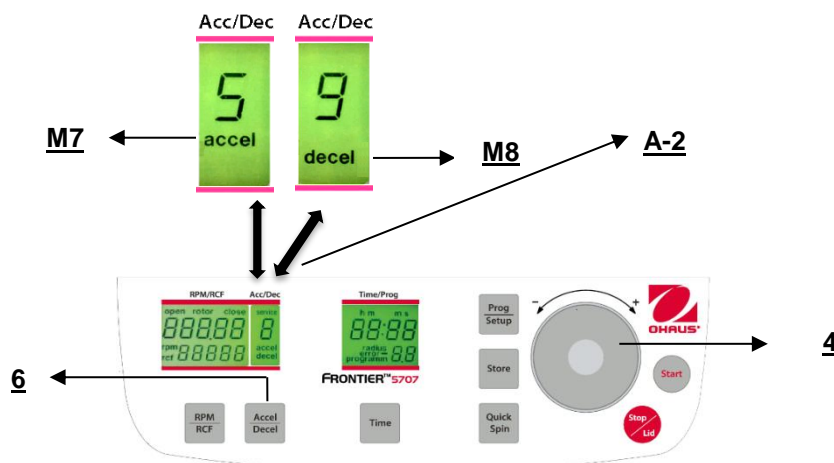

Figura. 18
Questa funzione è attivata mediante il tasto **"Accel/Decel"** (6) (fare riferimento alla figura 18).